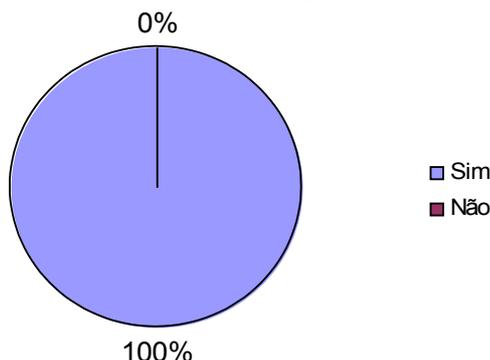

Figura 05: Pergunta 02 do questionário aplicado aos egressos do Curso Superior de Tecnologia em Construção de Edifícios
A expectativa dos egressos em cursar engenharia, representada no gráfico da Figura 05 está fortemente apoiada na resposta mostrada na figura anterior (4), ou seja, na dificuldade em receber atribuições profissionais por parte do sistema CONFEA/CREA.
Da mesma forma, apresenta-se no gráfico da relatividade entre as vagas ofertada na modalidade Ensino Superior e Ensino Técnico, atualmente existente no IF-SC, campus Florianópolis, ilustrado pela Figura 05, donde se conclui que a modalidade Ensino Superior representa 21,22 %, enquanto a modalidade Ensino Técnico representa 71,38 % do total de vagas ofertadas no campus.